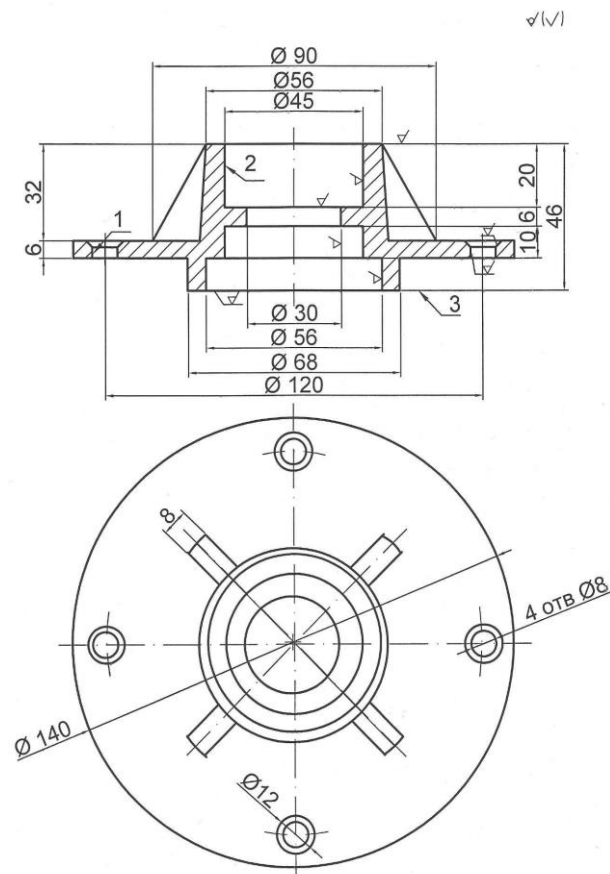

Рис. 3
10. По эскизу детали (рис.3) разработайте эскиз отливки. Приведите эскизы модели и собранной литейной формы (в разрезе) с указанием размеров. Дайте обоснование назначению размеров модели. Опишите последовательность изготовления литейной формы и получения отливки, рис.3.